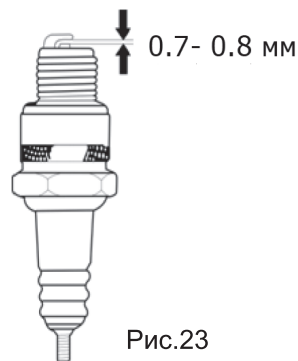

Рис.23
5. Проверьте зазор между электродами свечи зажигания. Он должен составлять 0.7-0.8мм (рис. 23). При необходимости отрегулируйте зазор.